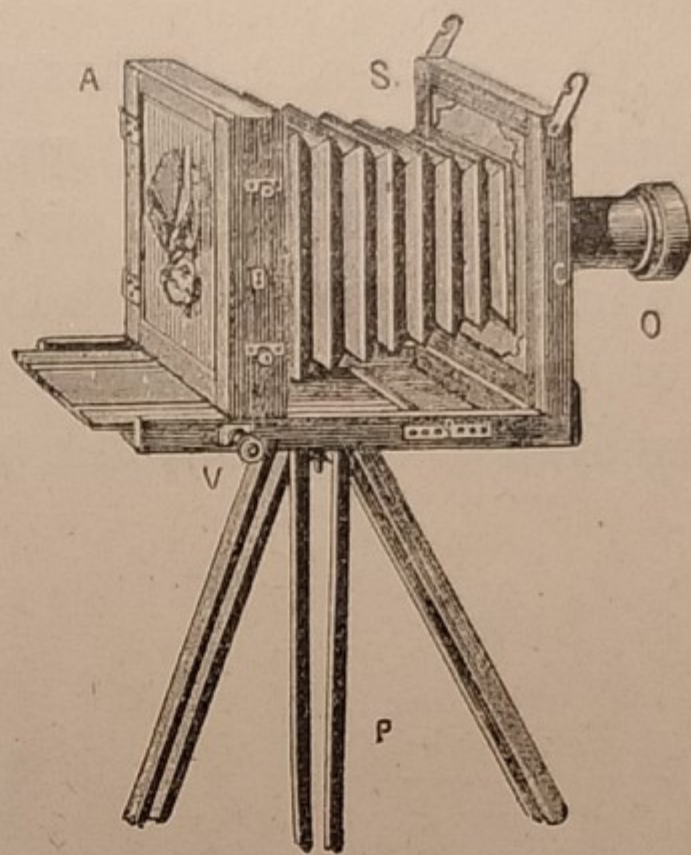

Fig. 97.
**75. La macchina fotografica.** — È costituita da una lente convergente, detta *obiettivo*, posta nel centro d'una parete d'una camera oscura *a cassetto* o *a soffietto* (fig. 97). La parete